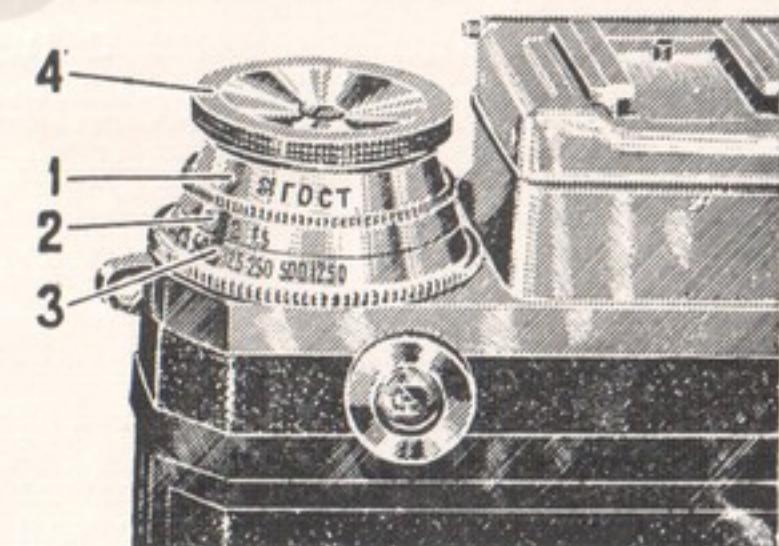

Рис. 34. Головка обратной перемотки модель 3.
Управление этим регулятором, а также все пересчетные шкалы расположены на оси обратной перемотки пленки (рис. 34).
На шкалах 1, 2 и 3 (рис. 34) соответственно обозначены: чувствительность пленки, диафрагма и выдержка.
Верхняя головка 4 (рис. 34) служит только для обратной перемотки пленки и отношения к экспонометру не имеет.
Непосредственно под этой головкой расположено конусное кольцо 1 (рис. 34) с накаткой на средней части и риской. Сверху накатки в кольце имеется вырез, в котором видны числа чувствительности пленки.
Для того, чтобы определить выдержку, нужно установить вырез на кольце 1 (рис. 34) так, чтобы в нем было видно число чувствительности пленки, на которую производится съемка.
ПРИМЕЧАНИЕ: Если съемка производится на пленку, чувствительность которой не указана на шкале 1 (рис. 34) например 45, то риску выреза нужно установить на середине между числами 32 и 65.
Вращая пальцем за накатку нижнего кольца 3 (рис. 34) установить стрелку экспонометра на метку ◆ и по шкалам 2 и 3 (рис. 34) определить результаты замера яркости объекта.
В том случае, если необходимо получить на снимке определенную глубину резкости т. е. когда условия съемки диктуют необходимость задиафрагмировать объектив до определенной величины, следует определить выдержку по кольцу 3 (рис. 34) соответствующую выбранной диафрагме, а затем установить ее на заводной головке затвора.
На шкале выдержек 3 (рис. 34) имеются красные и черные числа.
Шкала 1 (рис. 34) устанавливается на число 32.
В результате установки стрелки гальванометра на метку ◆ шкала экспозиций 3 (рис. 34), например, стала так, что число 125 оказалось под числом 2 на шкале 2. Значит при диафрагме 2 нужно ставить выдержку $1\frac{1}{125}$ сек., при диафрагме 4 — $1\frac{1}{25}$ сек., при диафрагме 16 — 1 секунда, или обратно: при экспозиции $1\frac{1}{125}$ секунды нужно установить диафрагму 2 и т. д.
В этом случае нужно заметить, против какого числа установилась стрелка и, затем, полученное показание выдержки по шкале 3 (рис. 34) умножить на это число.
1. После каждого применения нужно устанавливать нижнее кольцо 3 (рис. 34) в положение до упора (по часовой стрелке).